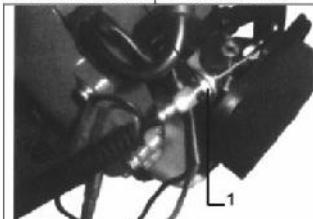

Fig. E6
1. Desserter l'érou de réglage du câble d'accélérateur (Fig.E6)